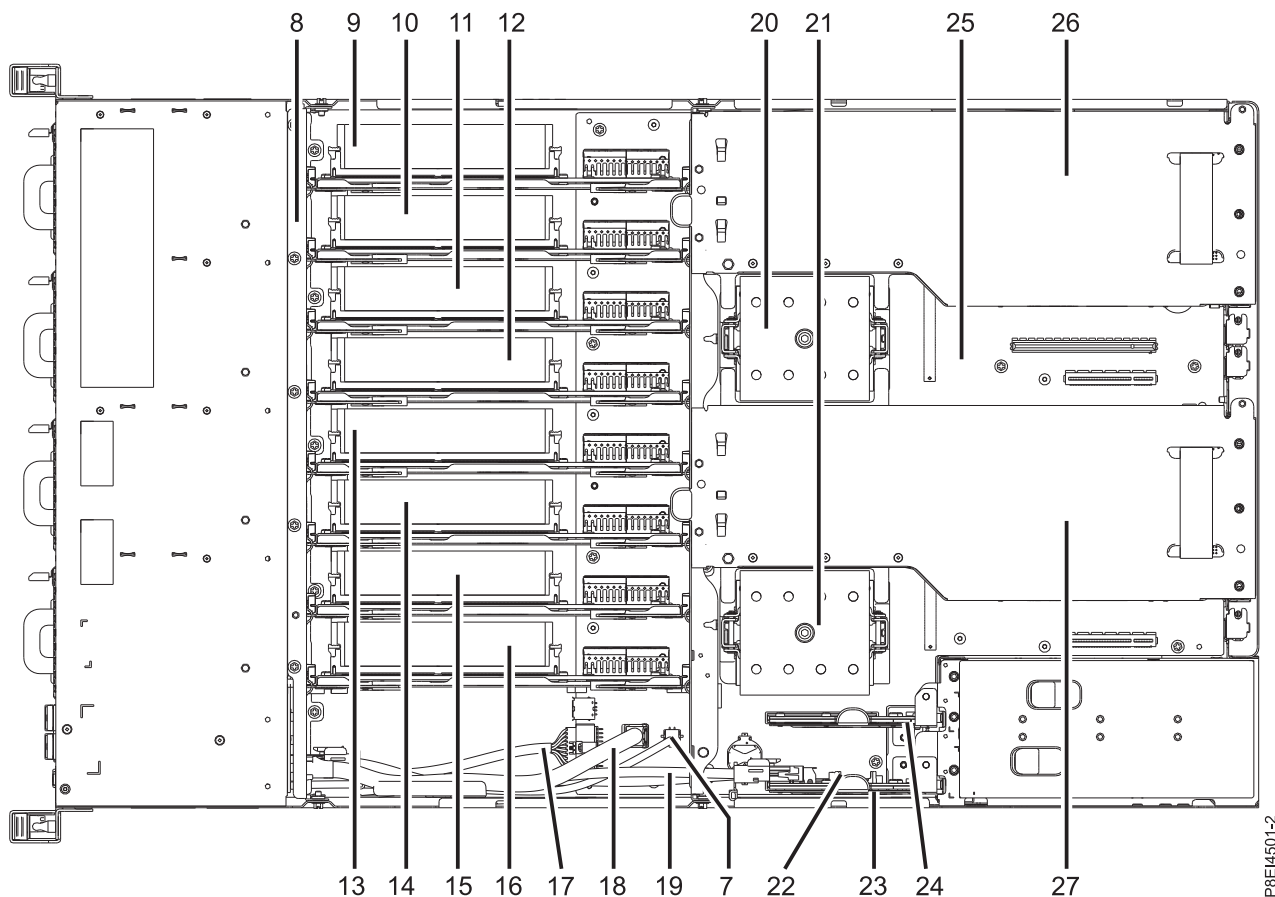

Figure 31. Emplacement des cartes de bus mémoire : positions 9 à 16
3. Localisez la carte de bus mémoire contenant la barrette mémoire DIMM défectueuse. La figure 31 illustre l'emplacement des cartes de bus mémoire sur le système 8335-GCA ou 8335-GTA et la figure 32 illustre les emplacements de barrette mémoire DIMM sur la carte de bus mémoire.